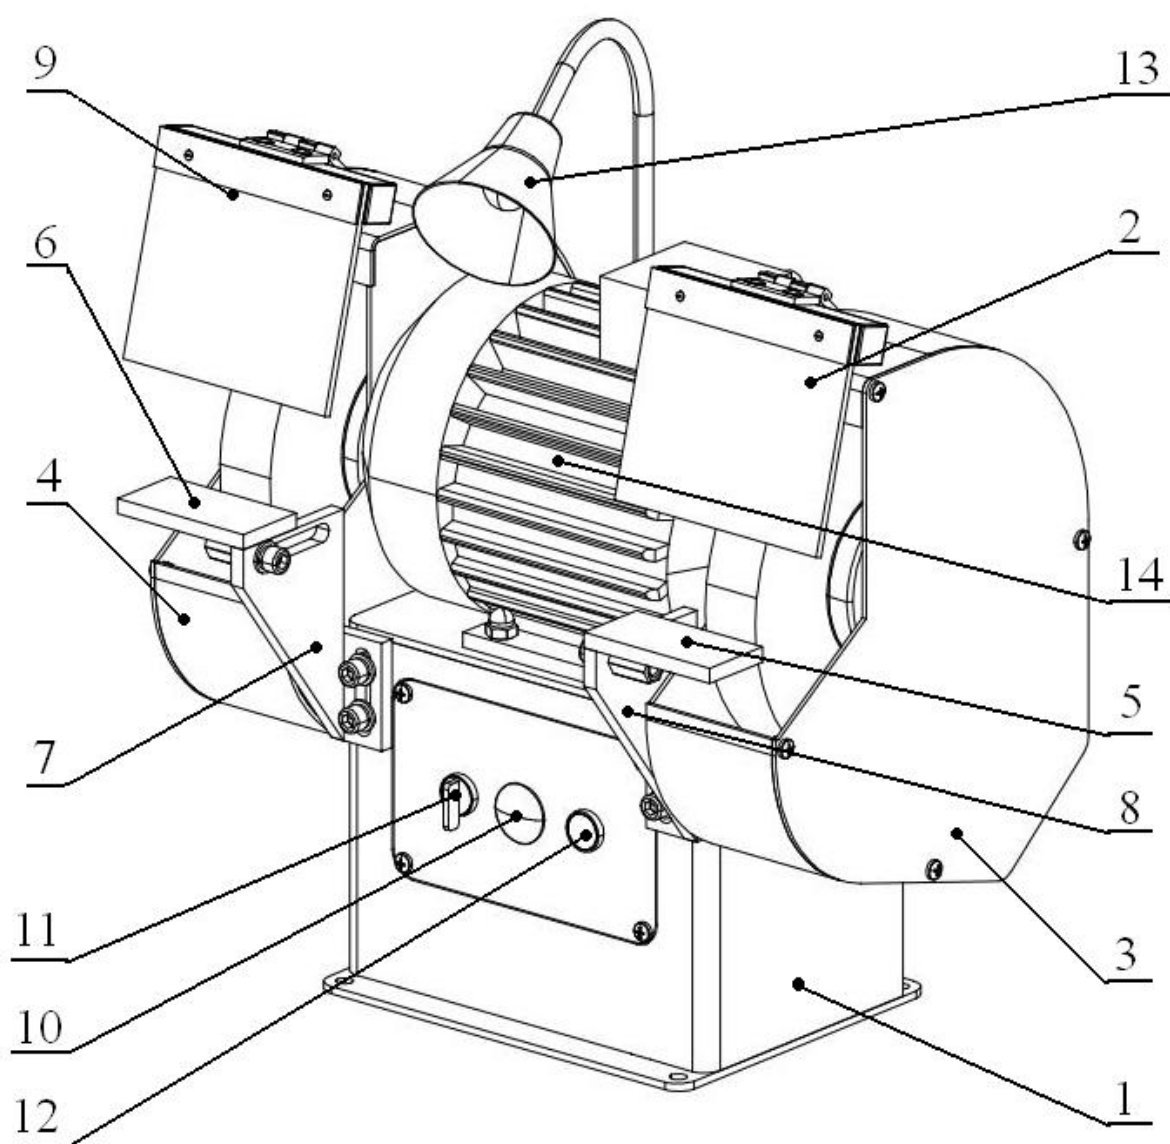

Рис. 4 Общая компоновка станка.
6.1 Изображение станка с обозначением составных частей и основных деталей приведено на рис. 4.
6.2 Общая компоновка станков (Рис. 4).